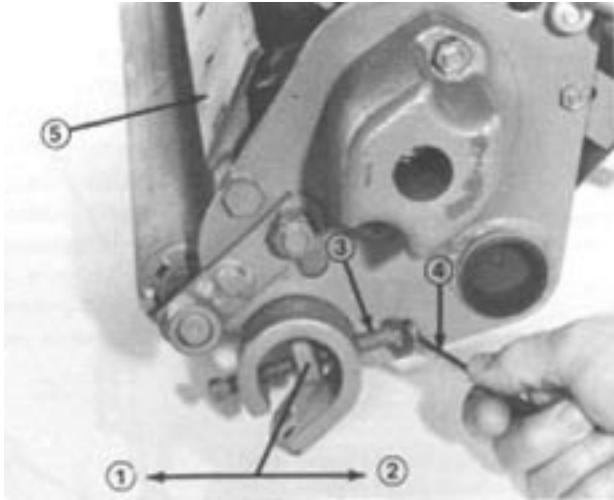

図 3
1. カッティングユニット左右にある下側調整ネジ (図2) をゆるめ、上側調整ネジを締める。これによりベッドナイフはリールに近づく (図3)。
2. 調整ができたらカッティングユニットの左右で上下の調整ネジがきっちりと締まっていることを確認する(図2, 図3)。